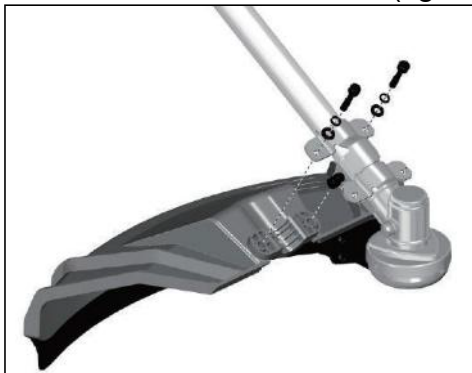
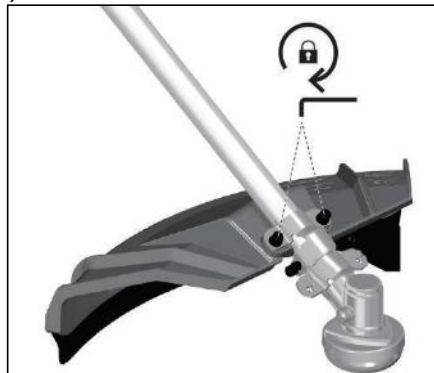

Fig.3-1
Fig.3-2
MONTAGE DU PROTECTEUR DE L'ELEMENT DE COUPE ((Fig.3-1, Fig.3-2)
2. Placez le protecteur sur son support. (fig.3-1)
3. Insérez et serrez les vis. (fig.3-2)